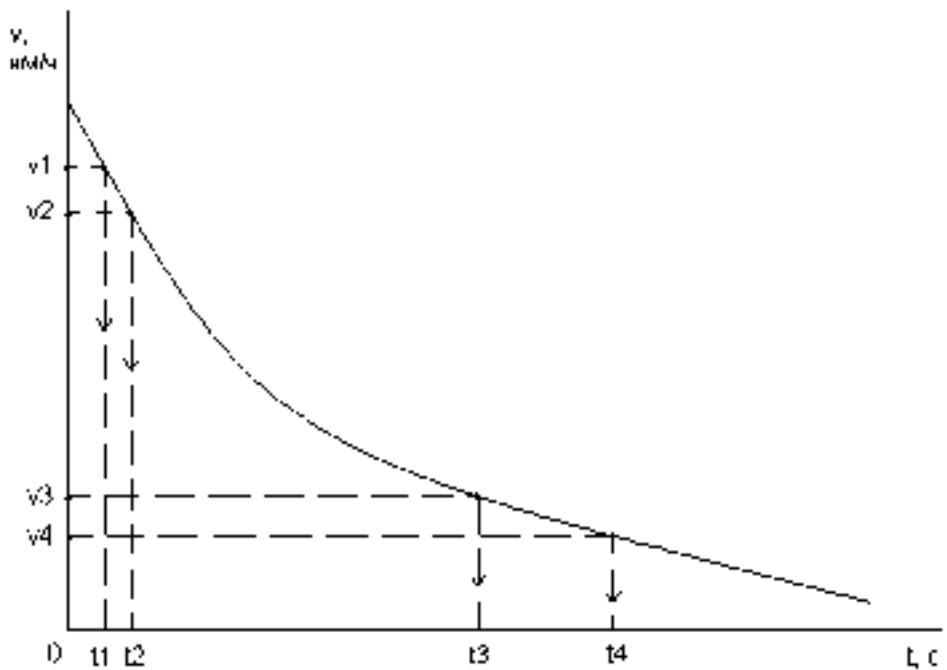

Рисунок 1.1 – График выбега автомобиля.
1. По данным записи начертить график зависимости скорости автомобиля в функции от времени  $v=f(t)$ , см. рис. 1.1.